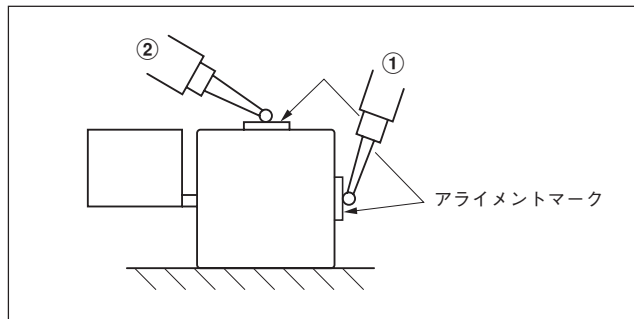

図3-7. スケール部と機械の走り測定
スケール部側面のアライメントマーク位置 (図3-7、①) に直接ピクテスターまたはダイヤルゲージを当て、機械の走りに対してスケール部の平行を出してください。